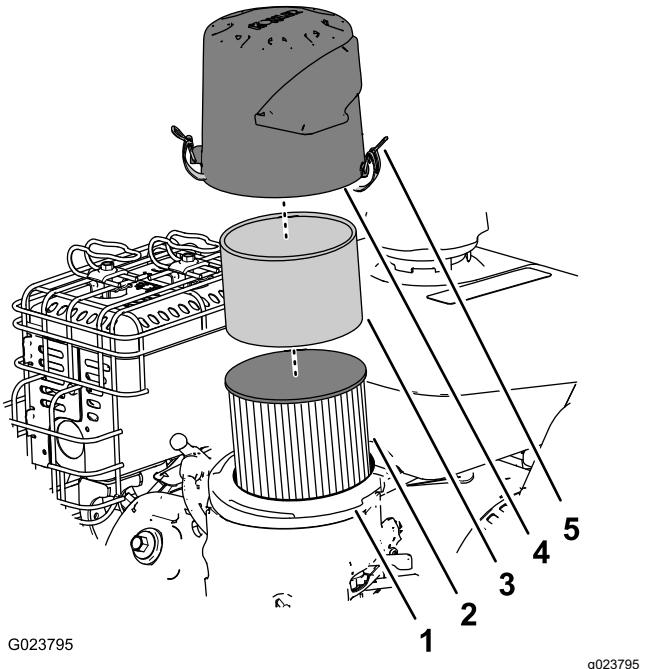

Figure 25
3. Retirez le préfiltre en mousse et lavez-le à l'eau additionnée de détergent doux ; séchez-le ensuite en le pressant légèrement dans un chiffon (Figure 25).
4. Enlevez et examinez l'élément filtrant en papier (Figure 25) et mettez-le au rebut s'il est excessivement encrassé.
6. Placez le préfiltre en mousse sur l'élément en papier (Figure 25).
7. Montez le filtre à air sur sa base (Figure 25).
2. Déposez le couvercle et nettoyez-le soigneusement (Figure 25).